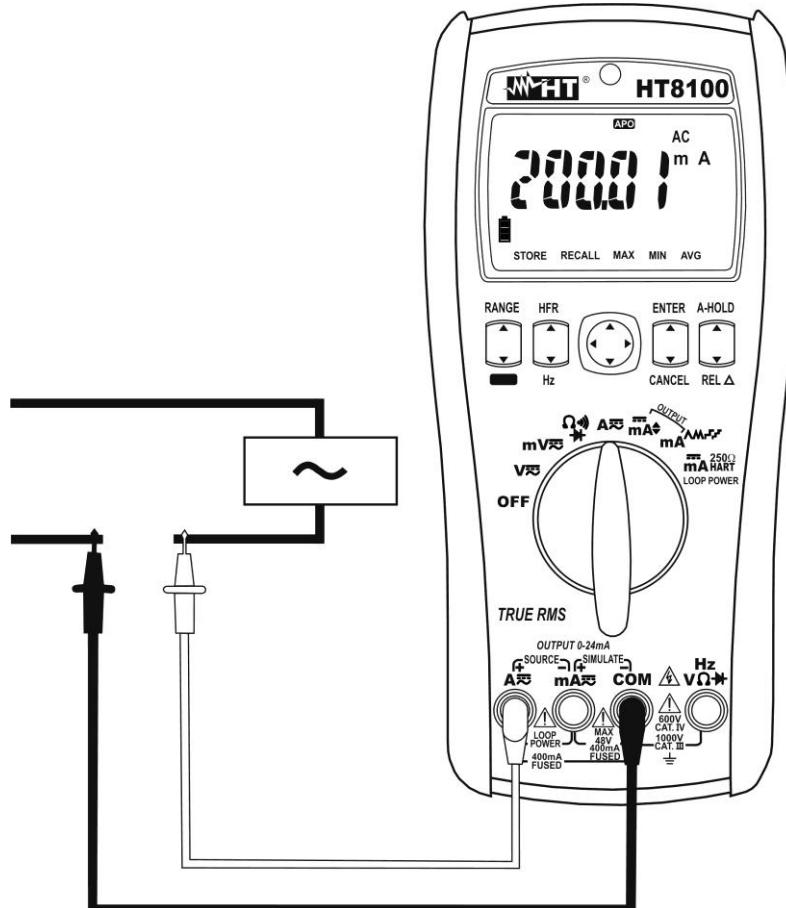

Abb. 5: Verwendung des Gerätes für Wechselstrommessung
6. Versorgen Sie den zu messenden Kreis (siehe **Abb. 5**). Der Stromwert erscheint auf dem Display.